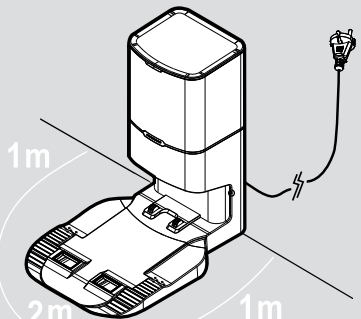

Рис. 2
1. Подключите базовую станцию пылесоса к сети. **[Рис. 2]**
4. Не должно быть никаких предметов в пределах 2 метров от базовой станции пылесоса спереди и 1 метра с каждой стороны. **[Рис. 2]**